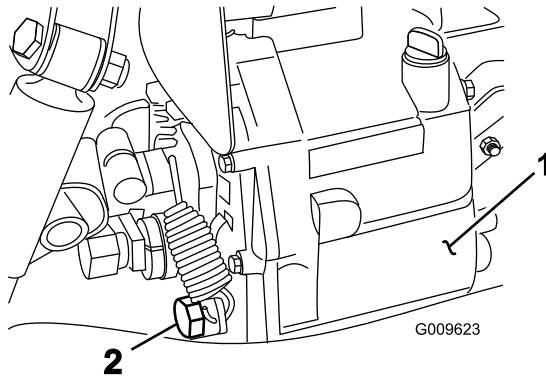

Figure 68
2. Retirez le bouchon de vidange sur le côté du réservoir et laissez l'huile s'écouler dans un bac de vidange (Figure 68).